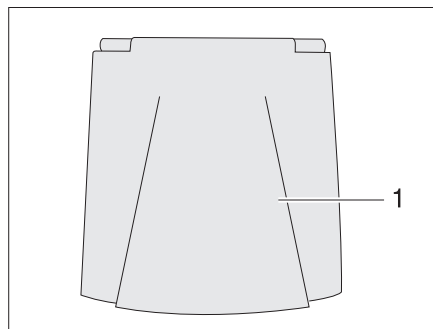

Bild 36 Verschlussklappe für Kraftstoff-Einfüllstutzen
- Verschlussklappe (Bild 36,1) öffnen.
- Schlüssel in Schließzylinder (Bild 36,3) stecken und entgegen dem Uhrzeigersinn drehen.
- Verschlussdeckel (Bild 36,2) abnehmen.